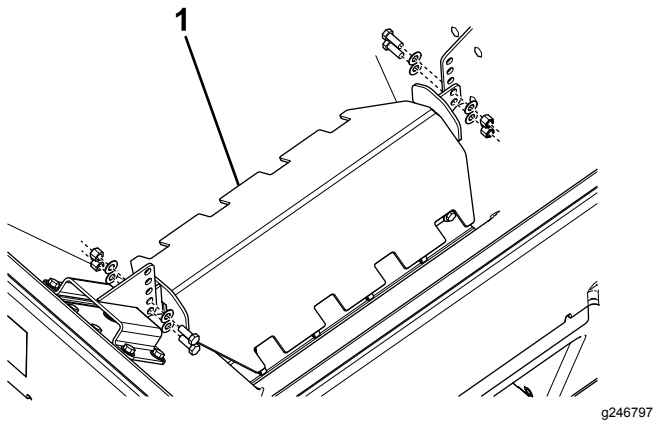

Figura 17
4. Retire las fijaciones que sujetan el deflector al interior del esparcidor (Figura 17).
5. Eleve o baje el deflector a la altura deseada y sujételo con las fijaciones que retiró anteriormente (Figura 17).